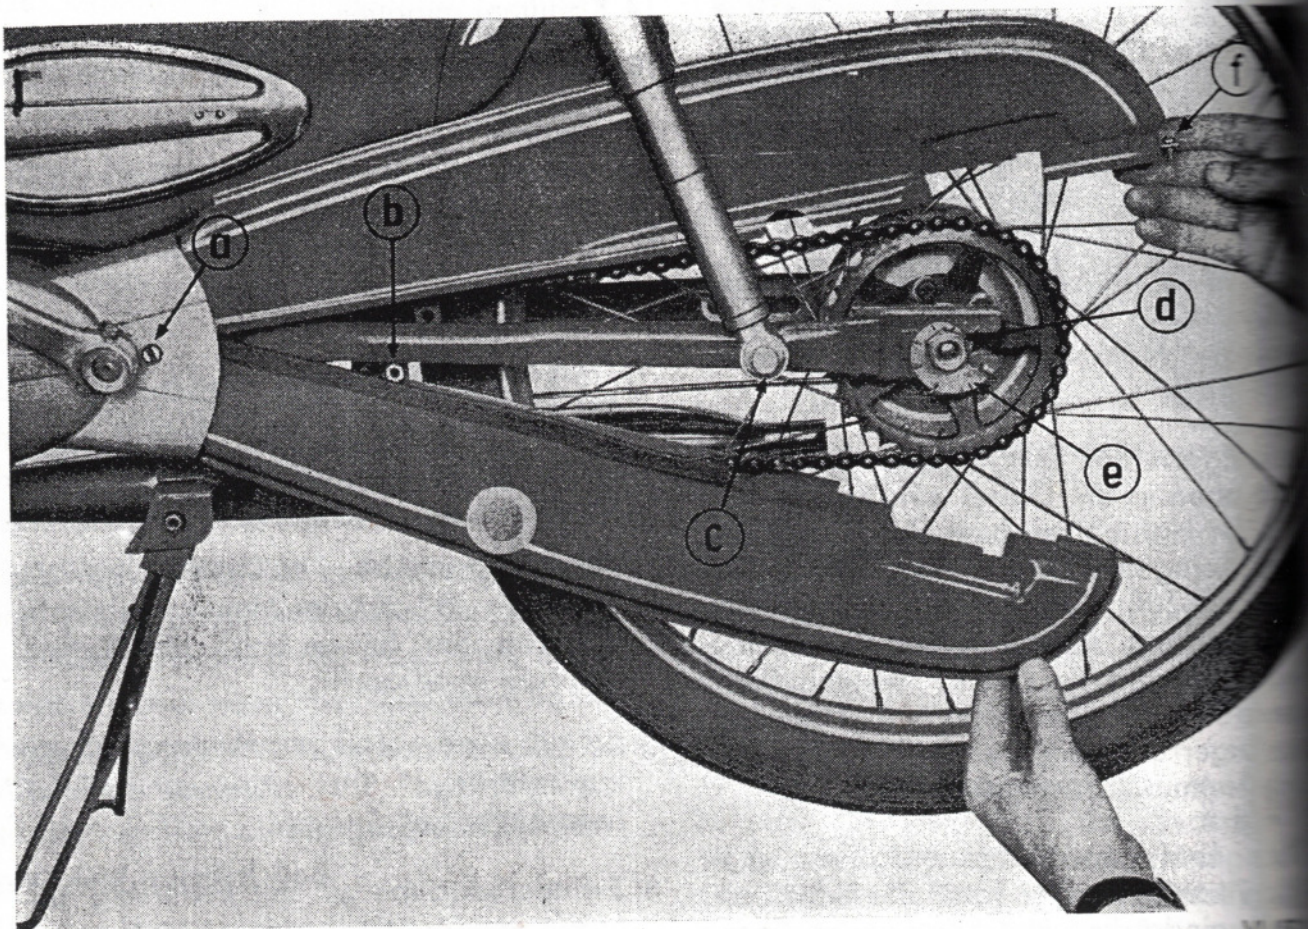

Abb. 75 Kettenschutz ausbauen
1. Zylinderschraube „a“, Abb. 75, lösen (nur bis Fg.-Nr. 01 512 156 nötig), Sechskantschraube „b“ mit Federring von der rechten Seite aus mit einem Steckschlüssel (SW 10) herausschrauben.